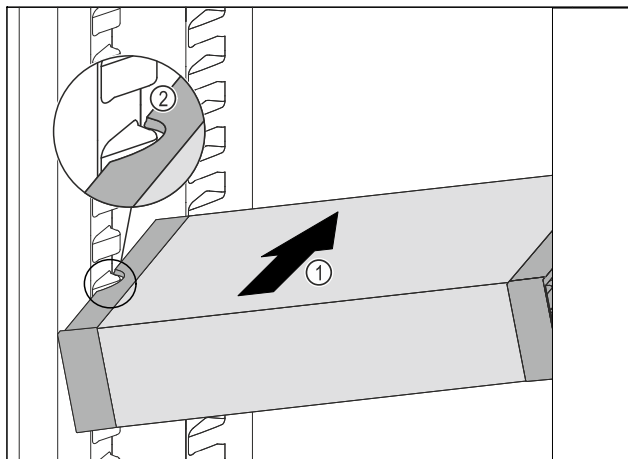

Fig. 96
- Вставити висувний ящик VarioSafe під кутом в охолоджувальне відділення Fig. 96 (1), доки бокові поглиблення Fig. 96 (2) VarioSafe не будуть розташовуватися на рівні ребра для ємності в охолоджувальному відділенні.